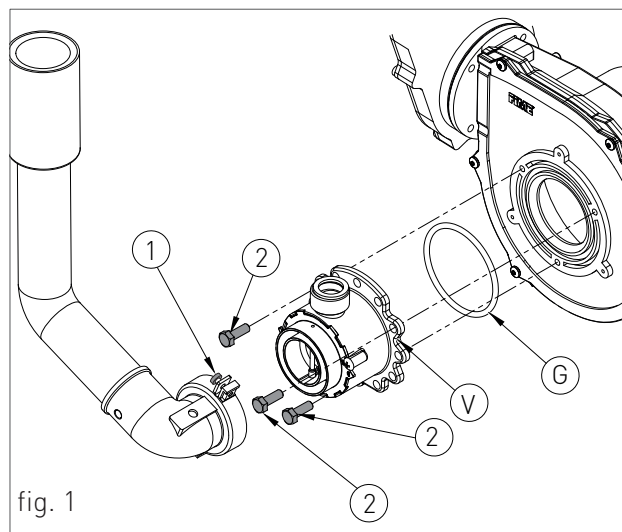

fig. 1
Per rimuovere il mantello in ABS dello scaldabagno procedere come segue (vedi fig.1):
- › Afferrare contemporaneamente le staffe di supporto del pannello comandi (fig. 1) allargandole e rovesciare il pannello, ruotandolo verso il basso;
- › svitare le quattro viti di fissaggio 1 - fig. 1;
- › allentare le due viti '1' (fig.1) dalla boccola di fissaggio, e rimuovere il tubo di aspirazione aria;
- › svitare le tre viti di fissaggio '2' (fig.1) del venturi 'V' (fig.1) con una chiave da 10, tipo come in figura 2;
- › rimontare i componenti procedendo in senso inverso rispetto alle operazioni di smontaggio assicurandosi che venga rimontata la guarnizione 'G' come in fig.1;
1. INDICAZIONE NUMERO PARAMETRO / CODICE INFO VISUALIZZATO / MODALITÀ RICIRCOLO ATTIVA (fig.1)